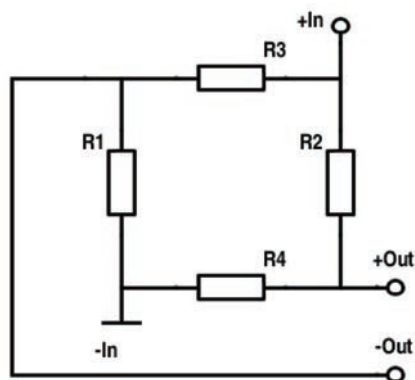

Рис. 6. Мост Уитстона
2. Пьезорезистивный метод – чувствительный элемент содержит упругую мембрану, закрепленную на стеклянном основании. На основании размещается так называемый мост Уитстона (рис. 6), преобразующий деформацию мембраны в электрический сигнал.